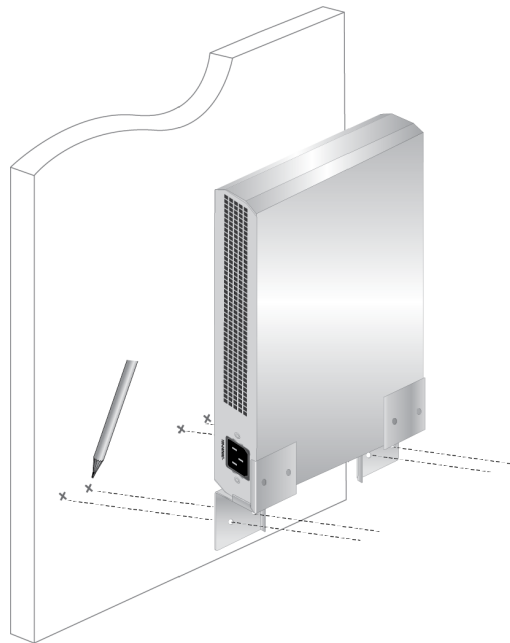

Рисунок 24. Разметка отверстий
2. Попросите кого-нибудь поддержать коммутатор с кронштейнами в том месте у стены, где предполагается его закрепить, и при помощи карандаша отметьте на стене расположение четырех отверстий в кронштейнах. См. пример на рис. 24.